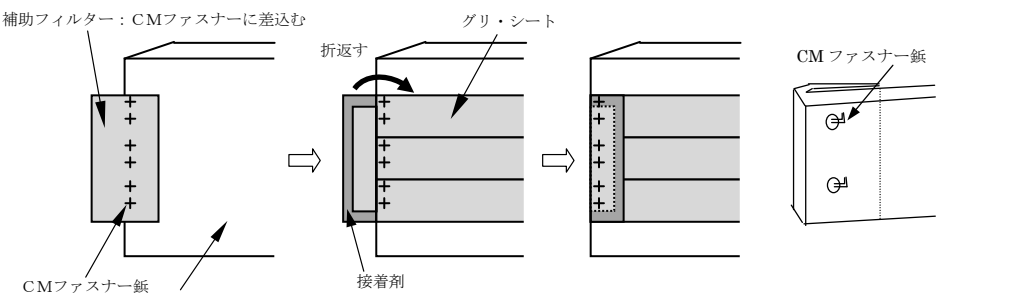

図 II-5 「グリ・シート」の両端部の処理
- (1) CMファスナー紙の接着強度を確認した後、「グリ・シート」を墨出しに従い取付ける。(夏場3時間、冬場16時間程度経過後を目安とする。)
- (2) 補助フィルターを左右両端部のCMファスナーに取付ける。(図 II-5)
- (3) 「グリ・シート」の取付けは、擁壁側のフィルター耳が上を向くようにしてCMファスナー紙に差し込み、スプリングワッシャーで押さえ込んだ後、ピン先を折り曲げて固定する。この時、上段「グリ・シート」のフィルター耳を差し込んでからスプリングワッシャーで止める。
- (4) 芯材を直接突合わせて下段から順々に上段に向かって「グリ・シート」を取付けていく。
「グリ・シート」の両端部から土が入り込まないように補助フィルターで覆い、接着剤で止める。接着剤の塗布量は5mm幅(10ml/m)で塗布する。または「グリ・シート」をあらかじめ20cm程度長く張付けておき、長い部分の芯材を切り取り、余ったフィルターを折り曲げ処理する。(図 II-5)